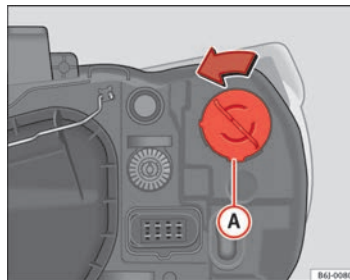

Abb. 144 Blinker bei Einfachscheinwerfer
- Drehen Sie den Lampenträger ⇒ Abb. 144 Ⓐ nach links und ziehen Sie.